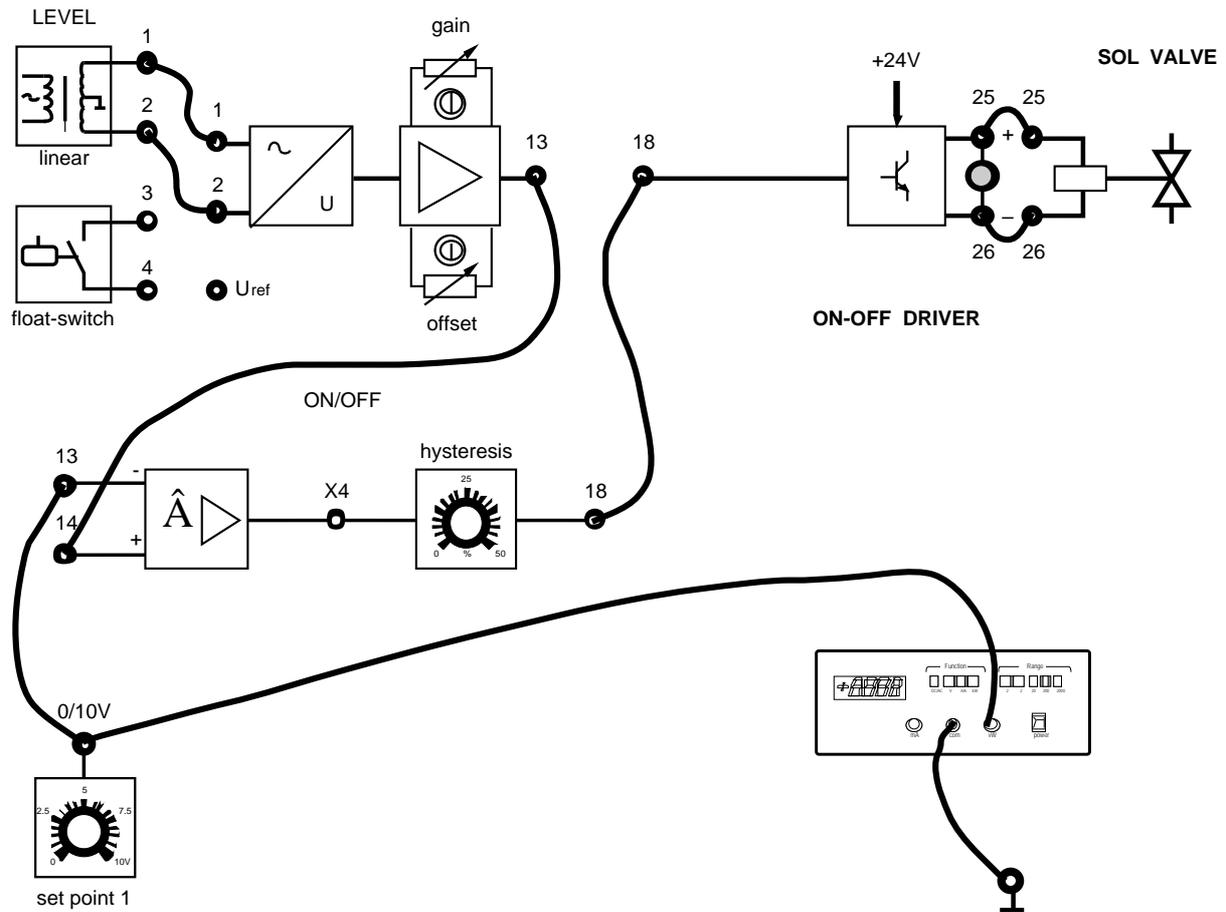

Fig. 7.1
Después de haberse asegurado de que se conozcan los prerrequisitos, entrega a los alumnos la Ficha 7.1 que representa el cableado del control ON-OFF (fig. 7.1) y prepara el panel de simulación del proceso de la siguiente manera:
- 1) Conectar, mediante cables, el casquillo 1 del Sensor de Nivel al casquillo 1 de la correspondiente interface y el casquillo 2 al casquillo 2 (ficha 7.1 fig. 7.1).
- 2) Conectar el casquillo 25 del ON-OFF DRIVER al casquillo 25 y el casquillo 26 al 26 (ficha 7.1 fig. 7.1).
- 3) Conectar el casquillo del SET POINT al casquillo 13 del regulador ON-OFF y el casquillo 13 del interface de nivel al casquillo 14 del regulador ON-OFF (ficha 7.1 fig. 7.1).
- 4) Introducir un terminal del voltímetro digital, preparado en corriente continua, en el casquillo del SET POINT 1 y el otro en el casquillo de masa (ficha 7.1 fig. 7.1).
- 5) Apretar el interruptor general (ON).
- 10) Conectar el casquillo 19 del LINEAR DRIVER al casquillo 19 y el casquillo 20 al 20 (ficha 7.1 fig. 7.1).